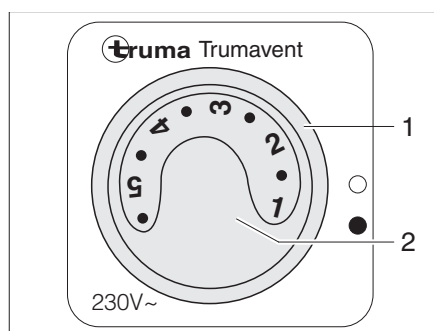

Fig. 108 Conmutador de mando para ventilador de circulación de aire (230 V)
- Poner el interruptor giratorio (Fig. 108,1) en "●".
- Ajustar la potencia deseada del ventilador de circulación de aire con el botón giratorio (Fig. 108,2).
- Poner el interruptor giratorio (Fig. 108,1) en "○".